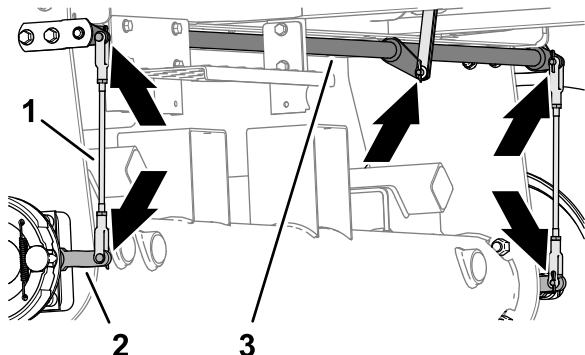

图 68
1. 检查左右制动杆总成图 68 是否损坏和磨损。
2. 检查制动枢轴图 68 是否损坏和磨损。